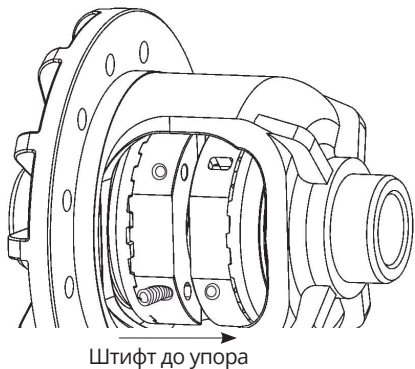

Рис. 2
12. Через окно в полуосевой муфте протолкните штифты, так чтобы они зашли в круглое отверстие напротив во второй полуосевой муфте. **Рис. 2**